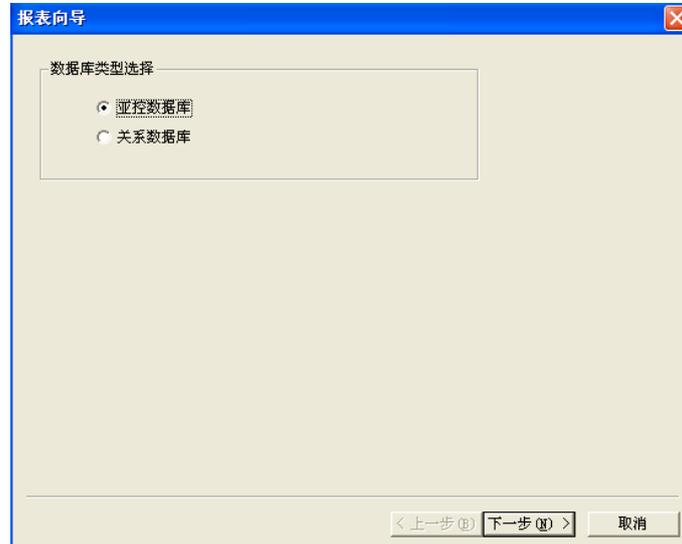

图 8-31
- 4、选中新建的报表窗口，弹出报表工具箱对话框。单击报表工具箱的 **→** 按钮，弹出如图 8-31 所示的对话框。